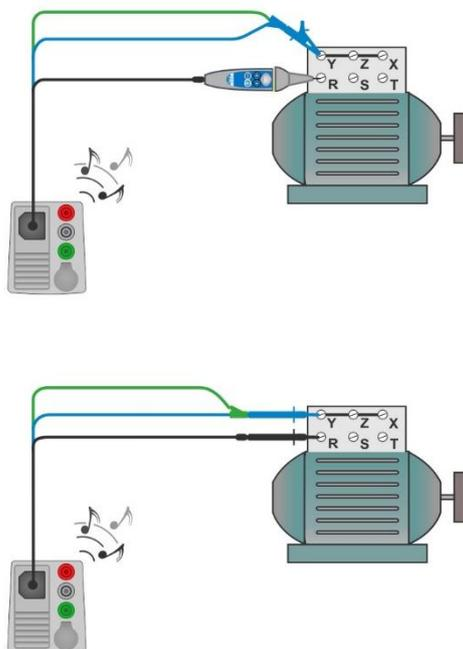

Abbildung 7.29: Anwendungen Commander-Prüfspitze und 3-Leiter Prüfadapter
- › Schließen Sie die Prüfleitungen am Prüfling an, siehe **Abbildung 7.29**.